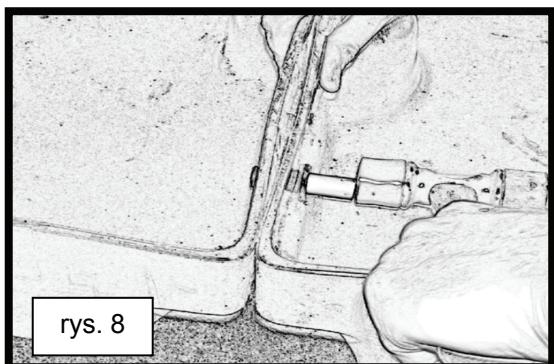

rys. 6
UWAGA: Jeżeli napotkasz znaczny opór, spróbuj wepchnąć rurkę ręką nieco głębiej do przelotki. Gdy rurka pokona opór przelotki, pobijaj ją nadal, przytrzymując przelotkę palcami z drugiej strony palety, aż rurka przesunie się przez przelotkę na całej długości (rys. 6).
- 6) Po przesunięciu całej rurki powlekanej teflonem przez przelotkę w pierwszej palecie zbiorczej (rys. 6), ustaw przelotkę w drugiej palecie zbiorczej naprzeciw wystającej rurki (rys. 7). (Patrz czynność 4 powyżej.)
- 2) Po kilku uderzeniach młotkiem palety zbiorcze powinny się rozdzielić (rys. 6). Powtórz tę czynność przy drugiej klamrze.